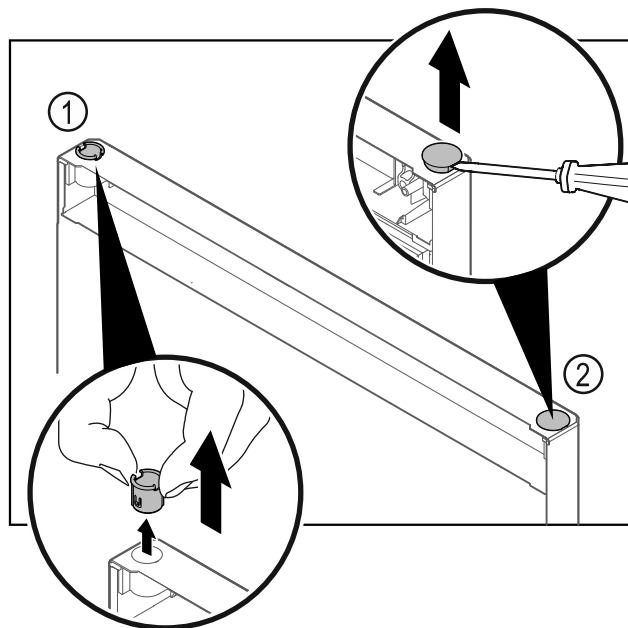

Fig. 26
- Scharnierbuchse Fig. 26 (1) mit den Fingern herausziehen.
- Abdeckstopfen Fig. 26 (2) vorsichtig mit einem Schlitzschraubendreher anheben und herausziehen.